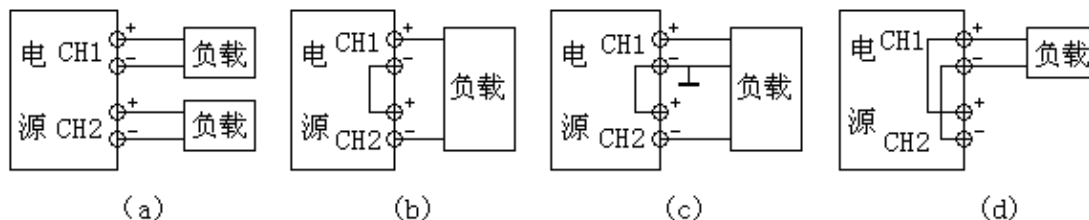

图 1-3-4 双电源的几种接线方式
- (1) INDEP(independent)两路独立，7,8 两键全未按下，对应的接线方式如图 1-3-4 (a)。
- (2) SERIES tracking 串联跟踪，7 键按下，8 键未按下，对应的接线方式如图 1-3-4 (b) 单电源和 (c) 正负双电源。电源内部的连线是机器自动连接的。
- (3) PARALLEL tracking 并联跟踪，7,8 两键全按下，对应的接线方式如图 1-3-4 (d)。电源内部的连线是机器自动连接的。